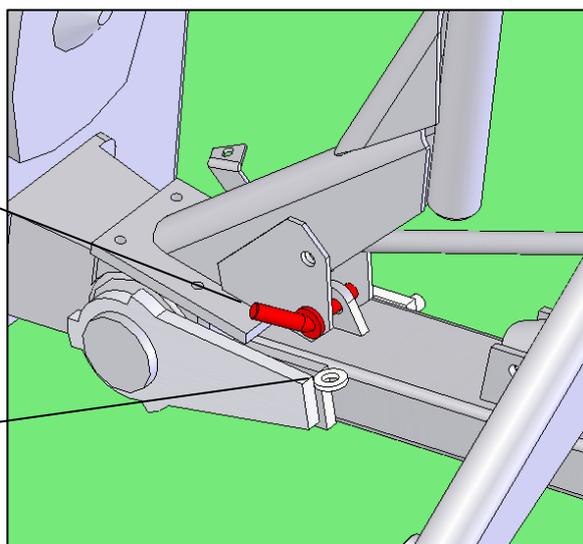

figura 12
- 6- En Moscato 2400 colocar el perno de traba de la barra de corte como se indica en la figura 12 – pag.12.